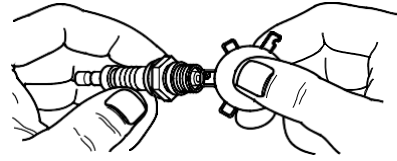

Рисунок 4-6. Свічка запалювання
- Перевірте зазор між електродами за допомогою дратяного шупа та встановіть зазор свічки запалювання до 0,6–0,7 мм (0,024–0,028 дюйма). Див. **Рисунок 4-6**.